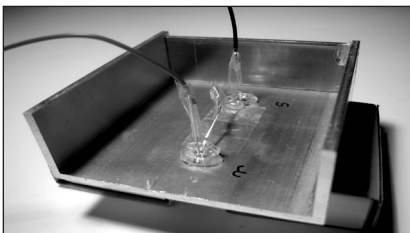

Abb.: 27
2.5.2 Wir nehmen nun ein Seitenteil und drehen die aufgeraute Seite nach außen. Dann fügen wir das Bauteil in das Alu-Profil ein. Dieses wird nun außen mit zwei Klebestreifen fixiert. Dann fügen wir das zweite Seitenteil auf der anderen Seite ein. Die aufgeraute Seite zeigt wiederum nach außen (Abb.: 27 + 28).